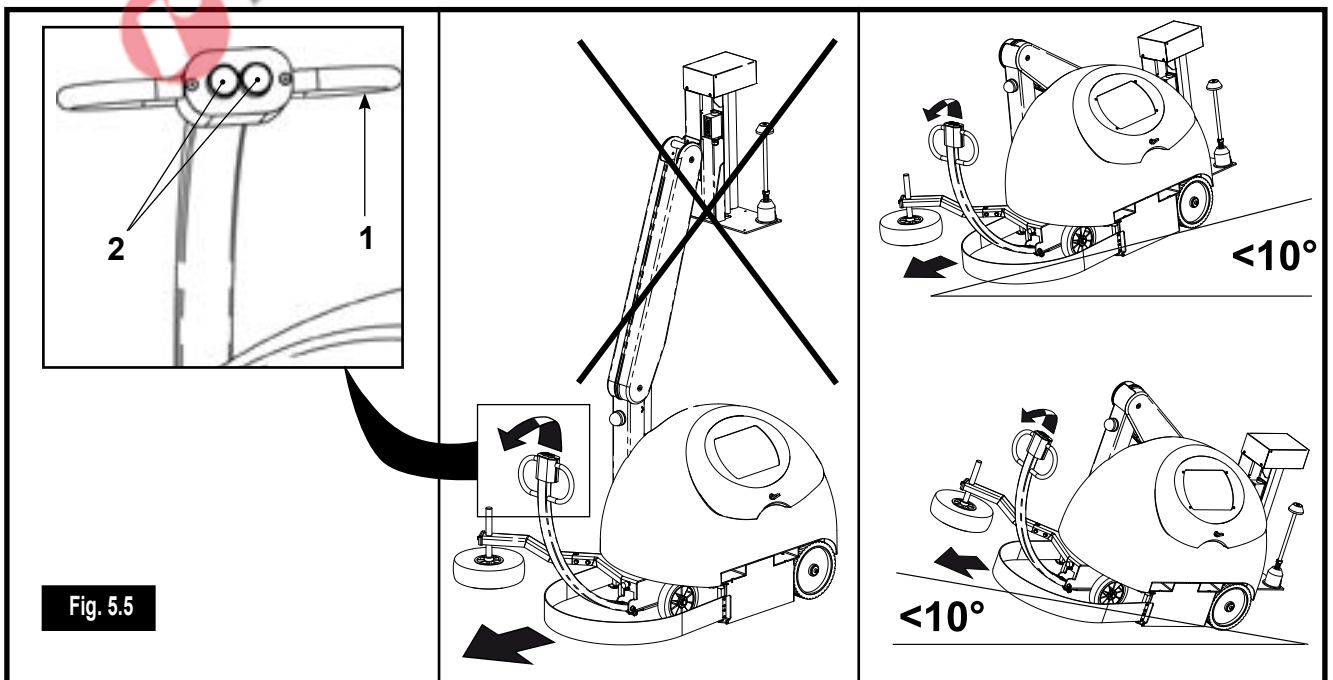

Fig. 5.5
La macchina può essere movimentata autonomamente per brevi spostamenti all'interno dei reparti di lavoro, la condotta della macchina viene eseguita da un operatore per mezzo del timone di guida (1) (Fig. 5.5) e dei pulsanti di manovra (2) (Fig. 5.5).
La machine peut être déplacée de manière autonome sur de brefs trajets à l'intérieur des ateliers de travail; le déplacement de la machine est commandé par un opérateur au moyen de la barre de guidage (1) (Fig. 5.5) et des boutons de manœuvre (2) (Fig. 5.5).